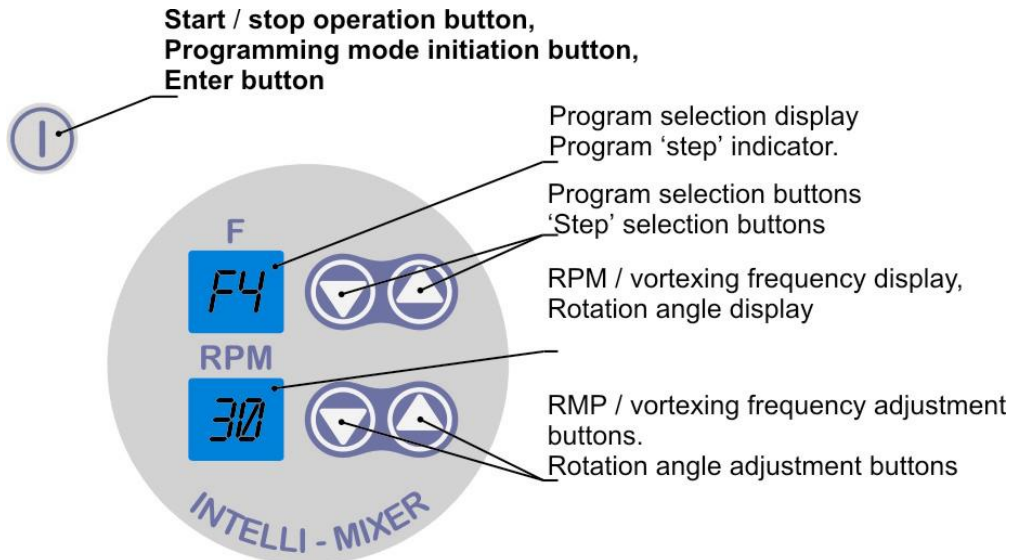

Fig. 3
1.3 Pulsando el botón  de rotación en el sentido de las agujas del reloj, poner un valor de 50 en el indicador RPM, éste corresponde a 180 grados (ver fig. 3)
1.5 Pulsando el botón  de rotación sentido opuesto de las agujas del reloj, girar la gradilla hasta el valor 75 en el indicador **RPM**, lo que corresponde a 270 grados (ver fig. 3)
2.3 Pulsando el botón de rotación en sentido de las agujas del reloj  , poner un valor de 50 en el indicador **RPM**, esto corresponde a 180 grados (ver fig. 3)
2.8 Pulsando el botón de rotación sentido opuesto a las agujas del reloj  , girar la gradilla hasta el valor 75 en el indicador **RPM**, lo que corresponde a 270 grados (ver fig. 3)
3.6 Pulsando el botón de rotación en sentido contrario a las agujas del reloj  , girar la gradilla hasta el valor 75 en el indicador **RPM**, lo que corresponde a 90 grados (ver fig. 3)
3.13 Pulsando el botón de rotación en sentido de las agujas del reloj  , girar la gradilla hasta el valor 25 del indicador **RPM**, lo que corresponde a 180 grados (ver fig. 3)